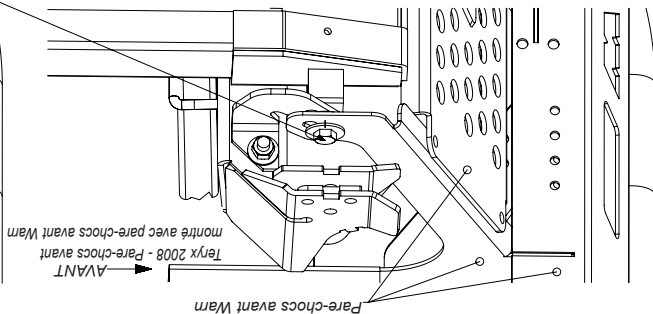

Figure 10C
18. Insérez des boulons de 10 mm, des rondelles et des espacateurs (fournis avec le kit de pare-chocs avant Warn) à travers le pare-chocs avant et les supports intérieurs du kit de montage de lame, puis dans le châssis. Voir les figures 10C et 10D.